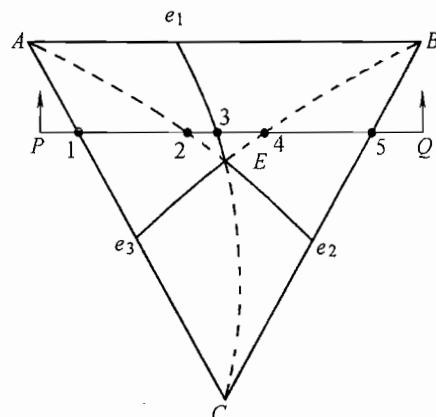

图 31-1 第六题第 2 小题图
2. 设有一由固态下完全不溶、且具有共晶转变的 A、B、C 三组元组成的三元相图如图 31-1 所示,已知  $t_A > t_B > t_C > e_1 > e_2 > e_3 > t_E$ , 试求: